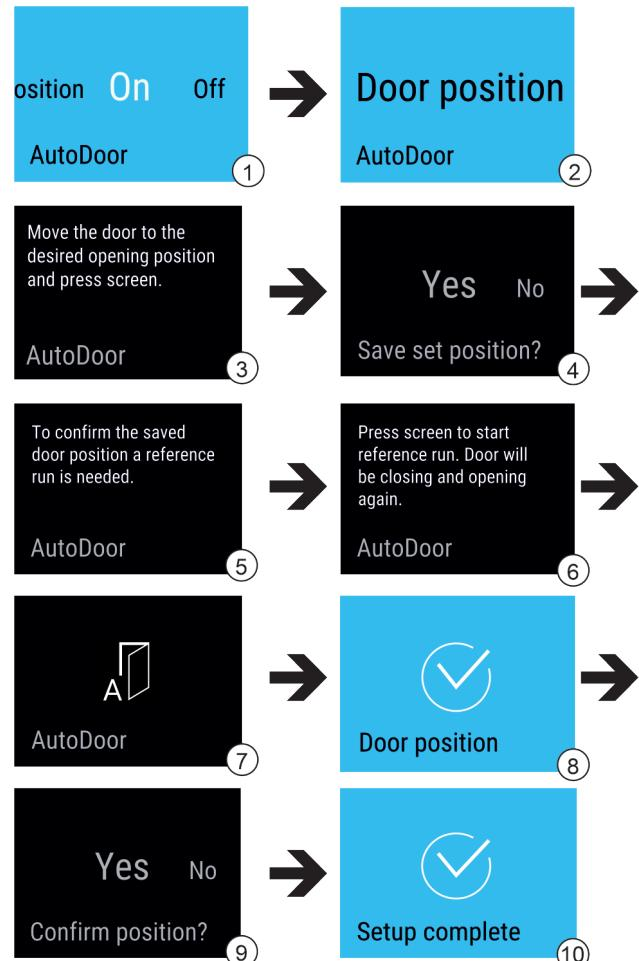

Fig. 17
- ▶ Odaberite funkciju AutoDoor. Fig. 17 (1)
- ▶ Mijenjajte prikaz na zaslonusu dok se ne pojavi Door position. Fig. 17 (2)
- ▶ Konfigurirajte kut otvaranja vrata: Otvorite vrata najmanje 70°. Fig. 17 (3)
- ▶ Potvrdite kut otvaranja vrata: Pritisnite poruku na zaslonusu. Fig. 17 (4)
- Pokrenite referentni hod: Pritisnite zaslon. Fig. 17 (6)
- ▷ Zaslonski treperi. Fig. 17 (7)
- ▷ Referentni hod je uspješan: Zaslonski 2 sekunde mijenja boju na plavu. Fig. 17 (8)
- Potvrdite kut otvaranja vrata. Fig. 17 (9)
- ▷ Zaslonski mijenja boju na plavu. Fig. 17 (10)